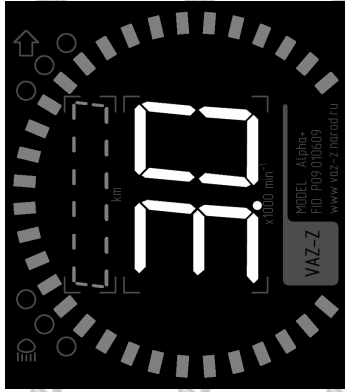
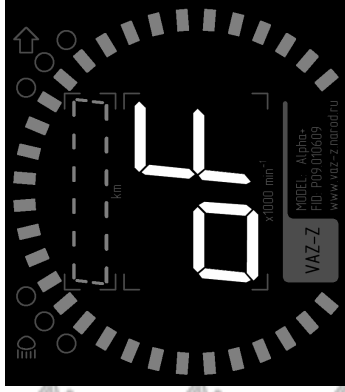

Рисунок 9
Рисунок 10
Режим установки критичного значения частоты оборотов двигателя (4) предназначен для установки порога частоты вращения при срабатывании визуального привлечения внимания водителя по средством учащенного мерцания показаний тахометра (мерцают только цифры, шкала постоянна). Выбор значения из 7 возможных (см.рис.9) или отключения функции (см.рис.10), 2400, 2600, 3000, 3400, 3800, 4200 и 5000 об/мин⁻¹. При этом редактируемый параметр моргает. При удержании кнопки не менее 3 секунд происходит переход в следующий режим.